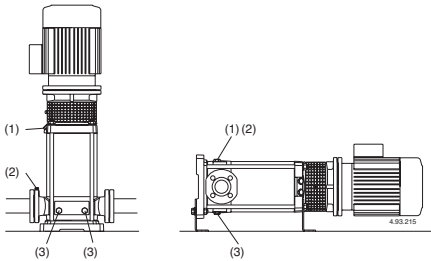

Abb. 4d (1) Auffüllung und Entlüftung:
(2) Entlüftung Saugleitung
(3) Entleerung
Wenn der **Wasserspiegel auf der Saugseite oberhalb der Pumpe** ist (Zulaufbetrieb, **Abb. 3B**) Absperrschieber in der Zulaufleitung langsam und vollständig öffnen um die Pumpe zu füllen. Dabei Schieber in der Druckleitung und die Entlüftungsöffnungen (1) (2) (**Abb. 4d**) öffnen, damit die Luft entweichen kann.
Entlüftungsöffnungen (1) (2) schließen (**Abb. 4d**). Bei MXV-B, MXV(L) 25-32-40-50 und MXV(L) 4 25-32-40-50, die Nadelverschraube (14.17) in der Entleerungs-Verschlußschraube (14.12) (**Abb. 4b**) anziehen und die Entlüftungsbohrung (14.04) schließen. Die Pumpe mit geschlossenem Druckleitungs-Absperrschieber und mit vollständig geöffnetem Zulauf- bzw. Saugleitungs-Absperrschieber starten. Sofort danach langsam den Druckleitungs-Schieber öffnen und den Betriebspunkt innerhalb der auf dem Typenschild angegebenen Grenzwerte einstellen.